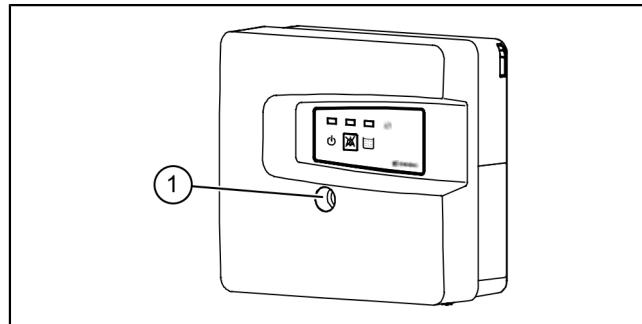

Fig. 4: Ouvrir le boîtier
- ▶ Ouvrir le couvercle du boîtier **4** (cf. "Fig. 4: Ouvrir le boîtier", page 63).